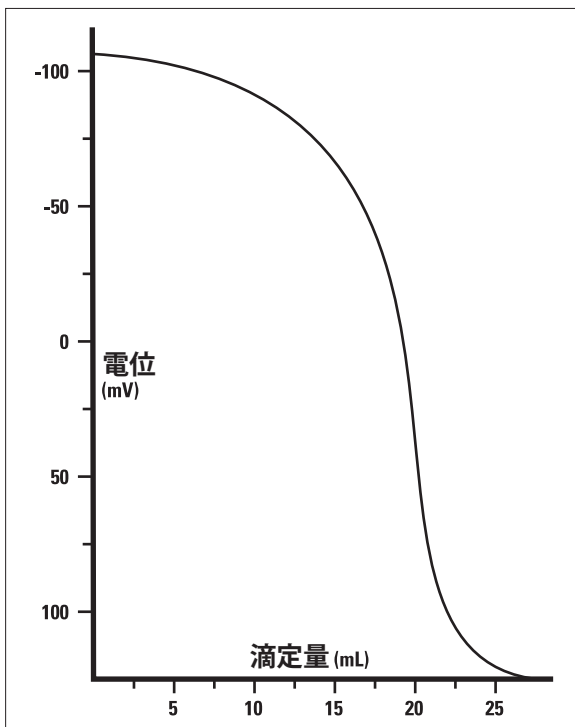

図 3 - 0.1 mol/L $\text{La}(\text{NO}_3)_3$ による 0.114 mol/L の F⁻ の滴定
3. Tx Excellence または G20 Compact 滴定装置に設定されている「Titer with EQP」テンプレートを変更し、当量点 (EQP) 滴定をおこないます。当量点とは、滴定曲線のスロープが最大になる点 (変曲点) です。図 3 をご参照ください。EQP での容量 (VEQ) を、硝酸ランタン滴定剤の滴定量の計算に使用します。作業後、電極を洗浄し、水分をきれいな紙や布に吸わせて取り除き、乾かします。